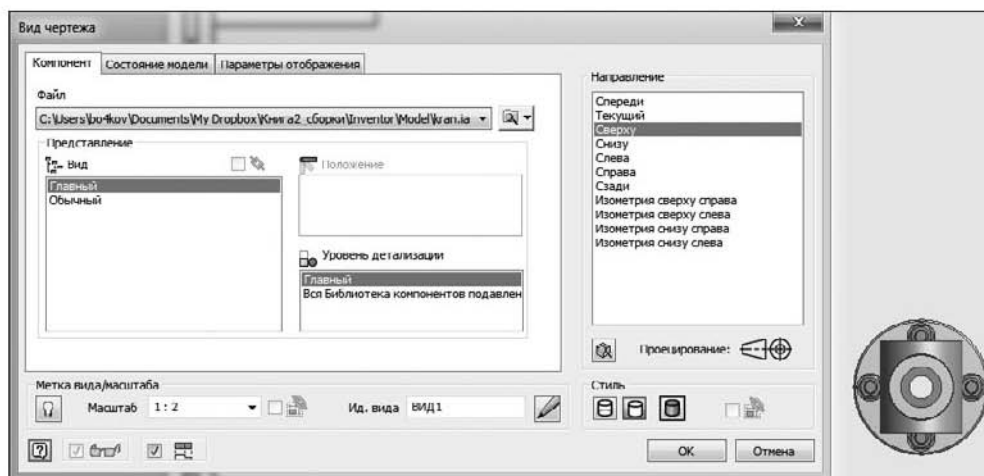

Рис. 9.11. Диалоговое окно Вид чертежа
- В появившемся диалоговом окне (рис. 9.11) выберите необходимые параметры, укажите вид сверху, поместите изображение на лист и щелкните мышью.